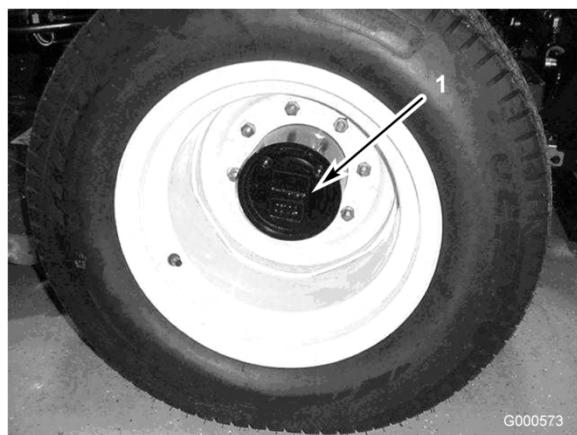

Figura 42
1. Coloque a máquina numa superfície nivelada e posicione a roda de forma a que o tampão de verificação/escoamento se encontre na posição das duas ou das dez horas (Figura 42).
2. Retire o tampão da transmissão universal (Figura 42). O óleo deve ficar ao nível do fundo do orifício de verificação.